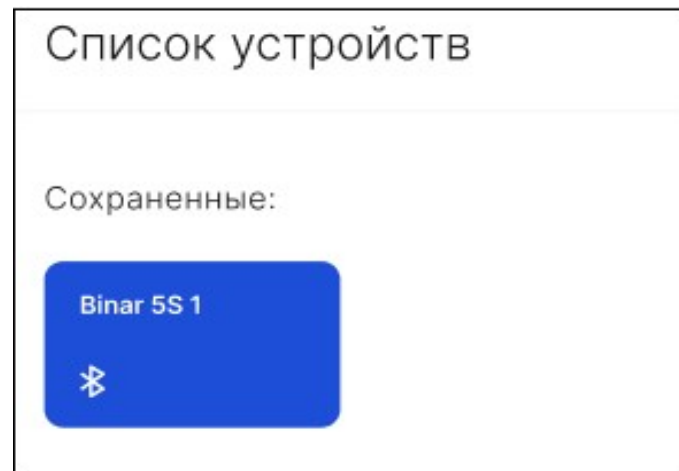

Рис. 26. Окно «Устройства»
5. При обнаружении подогревателя его наименование отобразится в окне «Устройства» (Рис. 26).